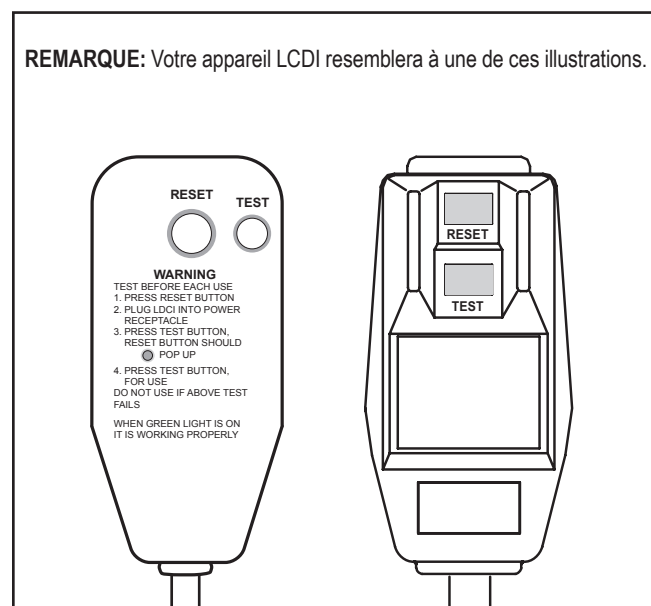

Figure 6
1. Branchez le cordon d'alimentation dans une prise à la terre de trois (3) broches.
2. Appuyez sur le bouton de redémarrage (RESET) (Figure 6).